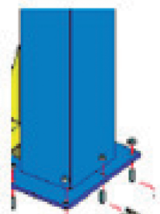

Fig. 4
2. Depois que os furos tiverem sido perfurados, remova completamente os detritos e poeira neles e verifique se as colunas permanecem no círculo previamente desenhado com giz. (Fig 4,5,6)